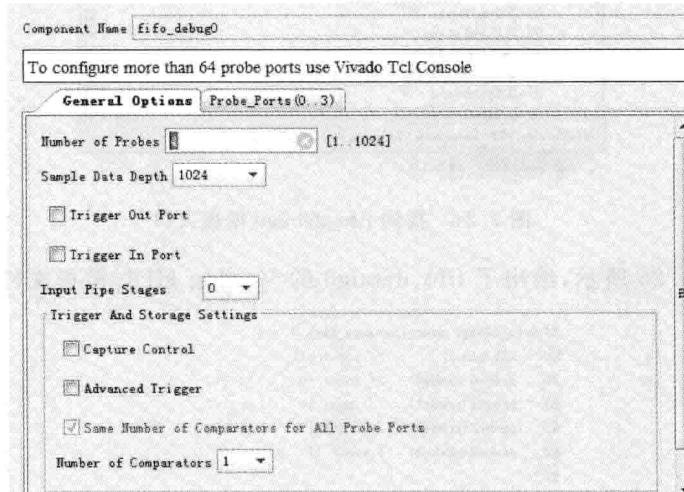

图 3.22 ILA IP 核 General Options 选项界面
- (5) 如图 3.22 所示, 将 Component Name 所对应的名字改为 fifo\_debug0。
- (6) 如图 3.22 所示, 选择 General Options 标签。在设标签窗口下, 按下面参数设置: